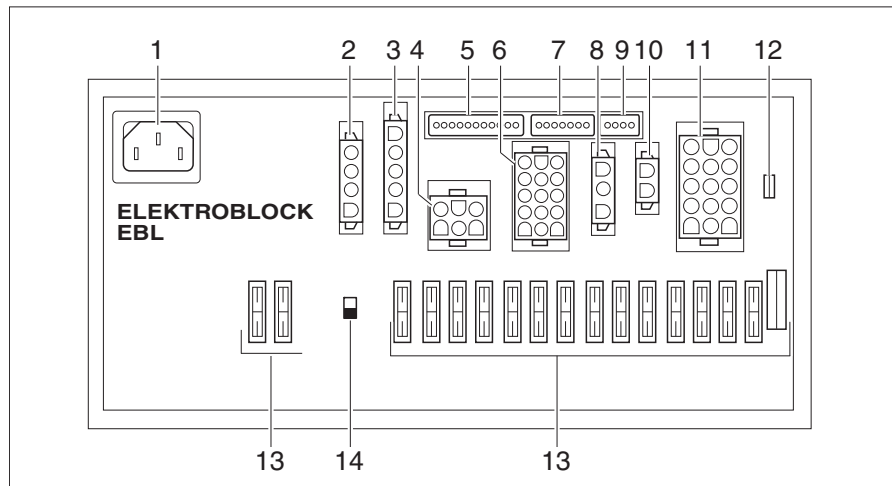

Fig. 246 Bloque eléctrico (EBL 102)
En función del modelo, el bloque eléctrico (Fig. 246) se encontrará en la consola de asiento debajo del asiento del conductor o en la zona del garaje o del grupo de asientos del bar (Globeline).
- ▷ El separador de batería (Fig. 246,14) desconecta todos los consumidores que están conectados al bloque eléctrico, de la fuente de alimentación 12 V.